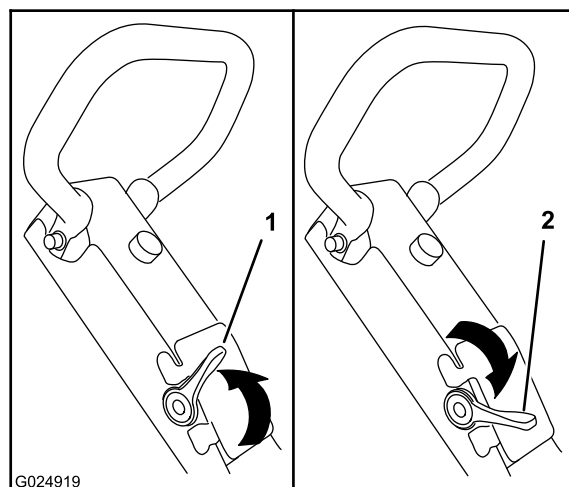

Figura 11
1. Ponga el acelerador en la posición de Lento (Figura 11).
6. Mueva la palanca del acelerador a la posición de Rápido (Figura 11).
3. Mueva la palanca del acelerador a la posición de Rápido (Figura 11).
1. Mueva la palanca de control del acelerador a la posición de Lento (Figura 11).